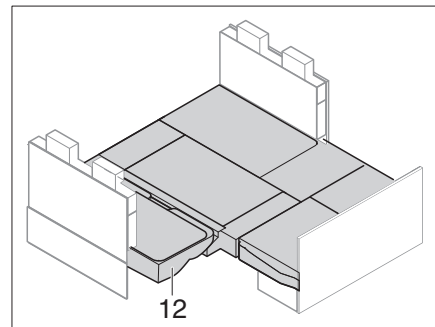

Fig. 233 Después de la transformación
- Colocar los cojines del asiento y las ampliaciones del banco de asiento. Colocar cojín del respaldo (Fig. 233,12) en el cojín adicional.